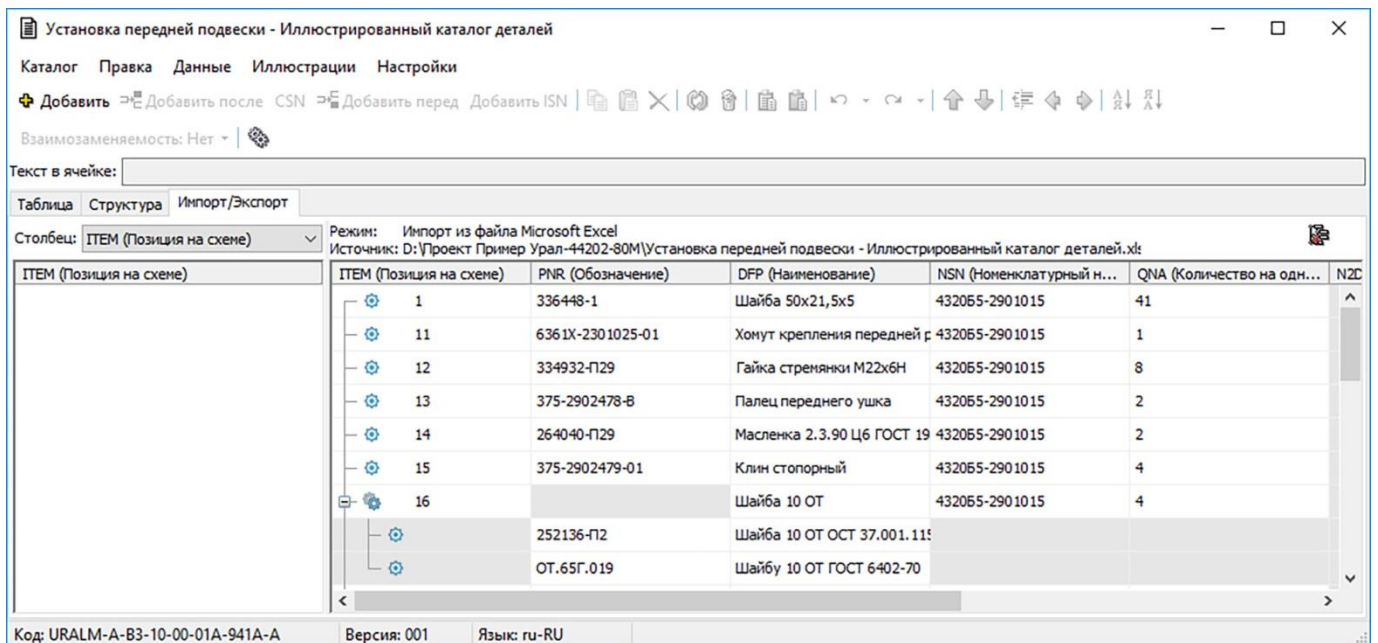

Рисунок 442
11) В окне **Соответствие атрибутов** нажмите на кнопку **Применить**. Импортированные данные появятся в редакторе каталога на временной вкладке **Импорт / Экспорт** в её правом окне (рисунок 442). В левом окне вкладки находится структура исходного каталога. Для выбора поля, отображаемого в этом окне, используется выпадающий список раздела **Столбец**, расположенный над окном структуры.